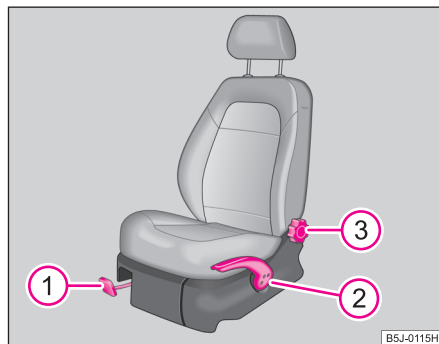

Fig. 46 Elemente de comandă pe scaun
- Se trage maneta ① ⇒ pagina 70, fig. 46 în sus și se deplasează scaunul în poziția dorită.
- Se eliberează maneta ① și se deplasează scaunul mai departe, până când se blochează.